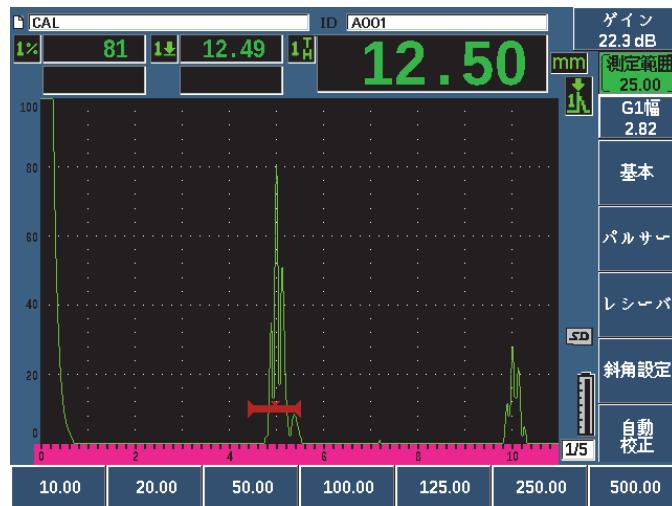

図 3-17 測定範囲の値
15. 測定範囲を押して、スクリーンレンジを希望の設定に調整します（79 ページの図 3-17 参照）。